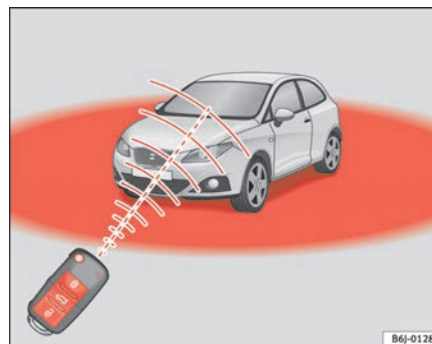

Abb. 43 Wirkungsbereich der Funk-Fernbedienung
Zudem blinkt die Batterie-Kontrollleuchte des Schlüssels ⇒ Abb. 43 auf.
- Die Funk-Fernbedienung funktioniert nur, wenn Sie sich im Wirkungsbereich befinden ⇒ Seite 82, Abb. 43.